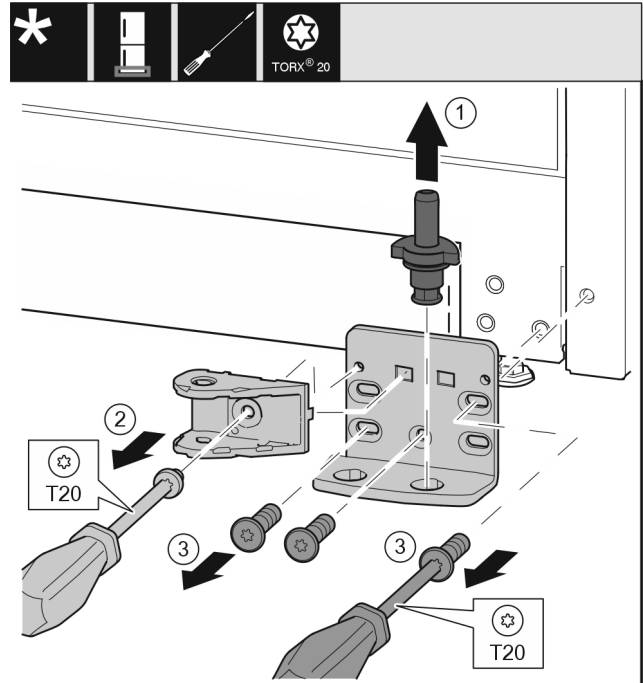

Fig. 34 \*
- ▶ 将轴承螺栓完全向上拉出。 Fig. 34 (1)\*
- ▶ 用 T20 螺丝刀将螺钉旋出并取下关门阻尼器连接装置。 Fig. 34 (2)\*
- ▶ 用 T20 螺丝刀将螺钉旋出并取下托架。 Fig. 34 (3)\*